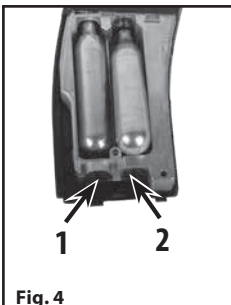

Fig. 4
- Insira dois (2) novos cartuchos de CO2 na arma de pressão, primeiro a ponta, em direção ao conjunto de perfuração (Fig. 4).